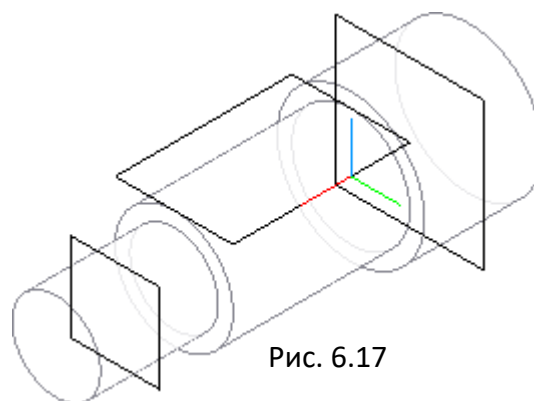

Рис. 6.17
**плоскость** (рис. 6.17). Смещенные плоскости должны быть параллельны координатной плоскости **XZ**.